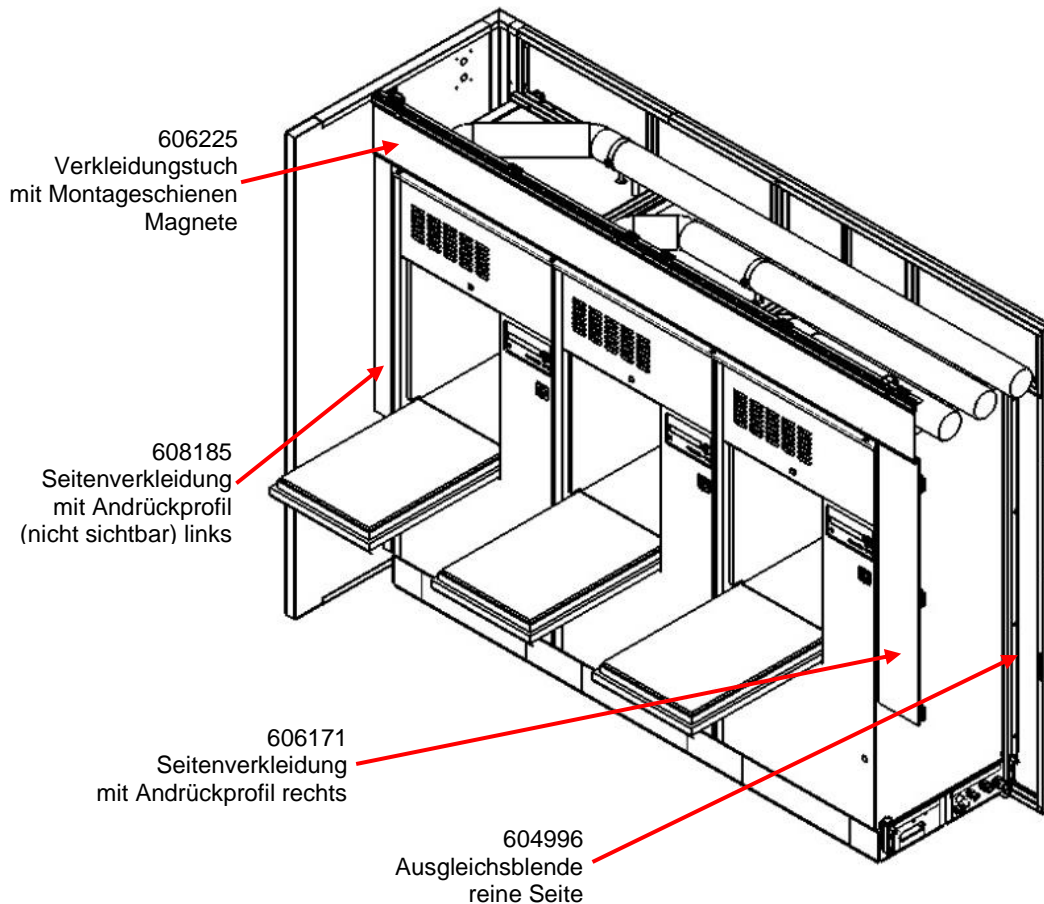

Abb. 13: Trennwand 3 RDG Unreiner Bereich, fertig montiert
- ◆ Montieren Sie die Ausgleichsblende Reine Seite (Art.-Nr. 604996, siehe Abb. 13:) mit 4 Sechskant-Schrauben M6x70 an den Blendrahmen links.